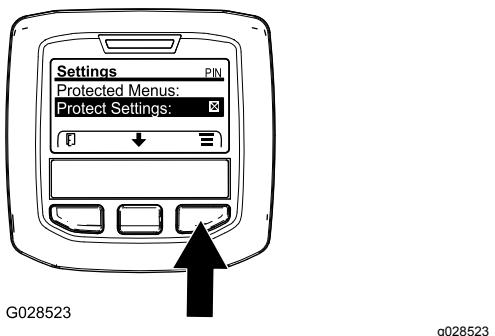

Bild 12
- Navigieren Sie vom Hauptmenü mit der mittleren Taste auf das Menü EINSTELLUNGEN und drücken Sie die rechte Taste (Bild 12).